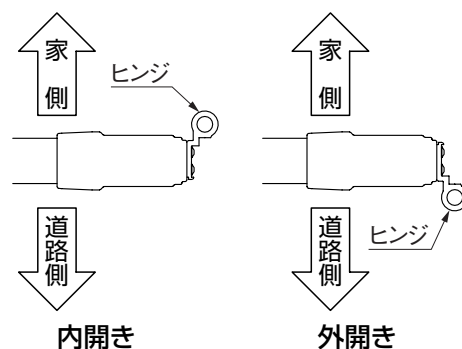

図4-2 ヒンジ取付方向
- ヒンジの向きは内開きと外開きで異なります。(図4-2参照)